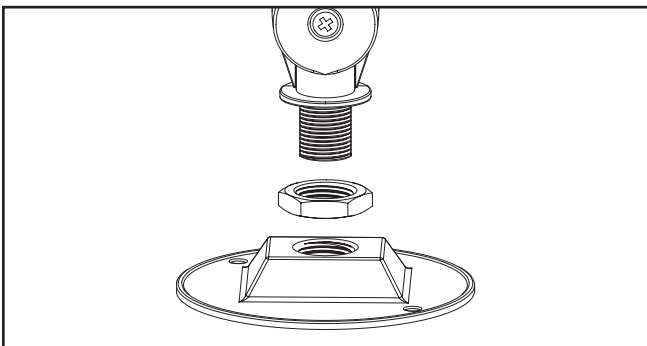

Figure 2.
2. Acheminez les fils électriques par le trou d'accès NPT de 12,7 mm (1/2 po) du couvercle (fourni par un tiers). Fixez fermement la rotule au couvercle avec le contre-écrou. Ajustez l'angle de visée du luminaire en desserrant le contre-écrou. Serrez le contre-écrou au couvercle avec la douille pied-de-biche à un couple de 5,4 Nm (48 po-lb). (Figure 2.)